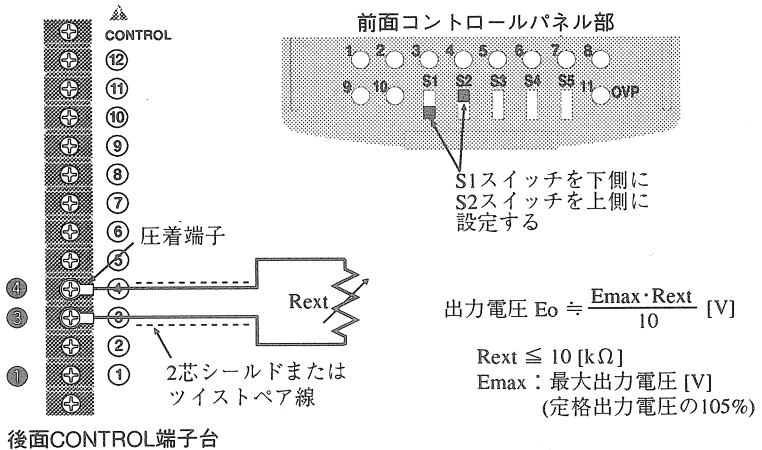

図 3-3 外部抵抗による出力電圧コントロールの接続と設定
- ① OUTPUT スイッチを OFF にします。
- ② POWER スイッチを OFF にします。
- ③ コントロールスイッチ S1 と S2 を図 3-3 のように設定します。
- ④ コントロール端子の●と●間に外部抵抗を図 3-3 のように接続します。